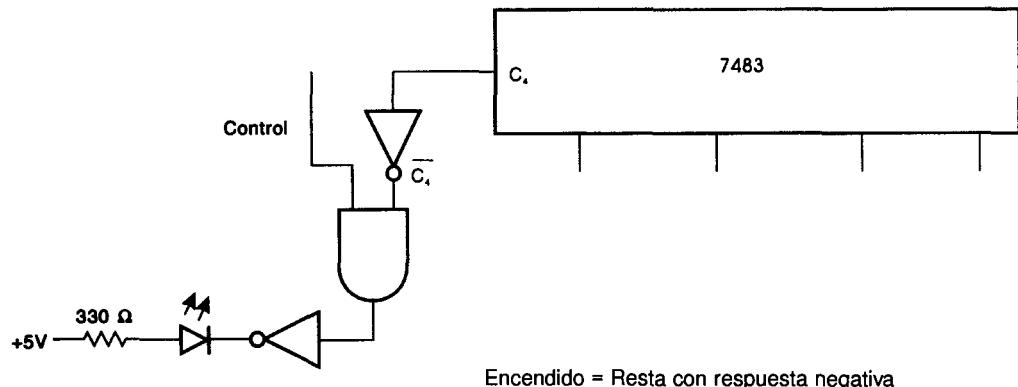

FIGURA 5-28
2. Consultese la figura 5-28. Si el problema es restar y no existe rebasamiento ($C_4 = 0$), entonces la respuesta es negativa y se calcula el complemento a dos del resultado para obtener la magnitud verdadera de la respuesta. Al igual que con el circuito de resta con complemento a uno, C_4 puede invertirse para formar \bar{C}_4 . Después puede hacerse el AND de C_4 y la señal de control. Una salida en ALTO de la compuerta AND indica que se está realizando un problema de resta y que la respuesta es negativa.